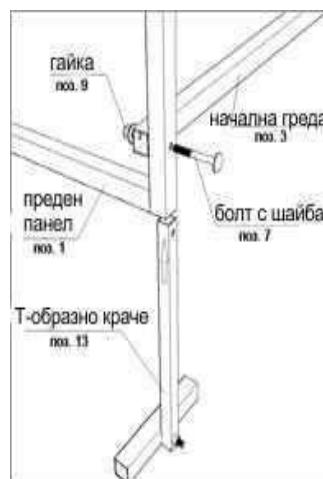

Рис. 8
5.2.2. Съединете с болтове 6x50 mm предния панел с началната греда, като закрепите и крачетата съгласно пробитите отвори (рис. 8).